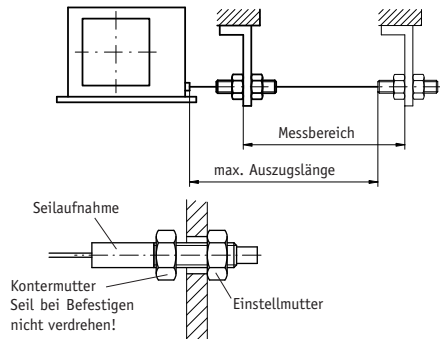

Abb. 2: Prüfung Auszugslänge
- Prüfen Sie nach der Befestigung des Seilzuggebers, die maximale Auszugslänge (Abb. 2). Das Seilabschluss-Stück bzw. das Seil muss bis an die vorgesehene Befestigungsstelle ausgezogen werden. Das Seil darf dabei nicht verdreht werden.
Das Seil muss lotrecht zum Seilausgang geführt werden (Abb. 2).